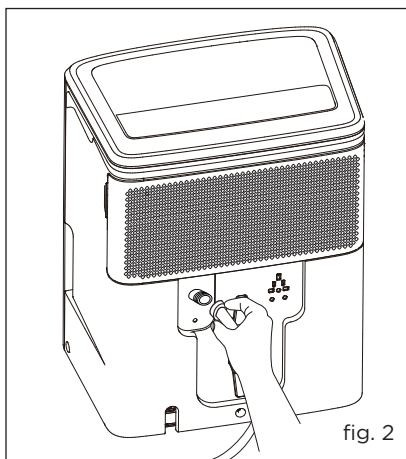

fig. 2
- c. Inserte el extremo roscado hembra de la manguera en el conector de drenaje de la unidad. (fig. 2)